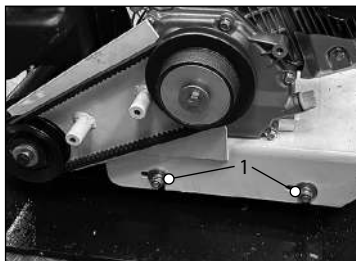

Рис. 20
1. Ослабьте болты крепления рабочей плиты 1 (рис. 20) и сдвиньте рабочую плиту в сторону вибратора для ослабления натяжения.
4. Затяните болты крепления рабочей плиты 1 (рис. 20).